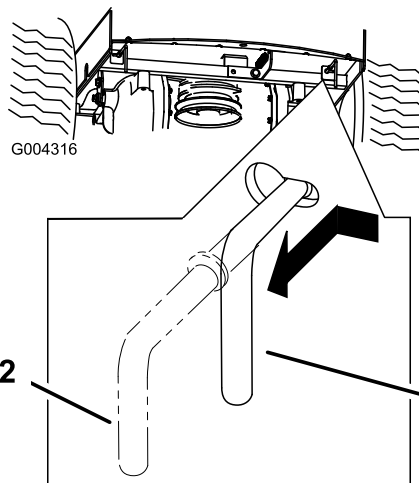

Figure 22
3. Déplacez les deux leviers de dérivation vers l'intérieur et poussez-les jusqu'à ce que la rondelle de la tige passe dans la fente (Figure 22).
4. Poussez les leviers vers l'extérieur pour les bloquer en position (Figure 22).
entièrement la fente (Figure 22). Poussez les leviers vers l'extérieur pour les bloquer en position.